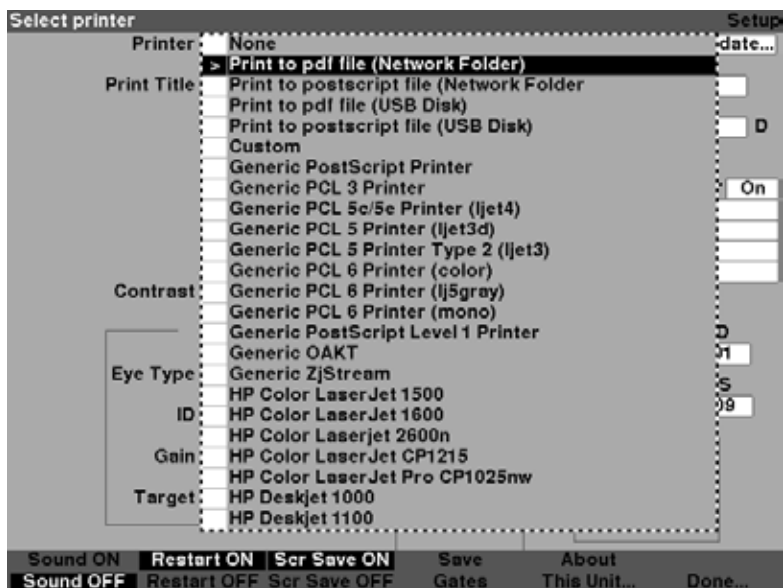

Figura 5-21 Campo Printer (Impresora) abierto
2. Presione el control giratorio o el botón $\sqrt{\quad}$ para activar el campo, indicado con un borde punteado, como se muestra en la Figura 5-21.